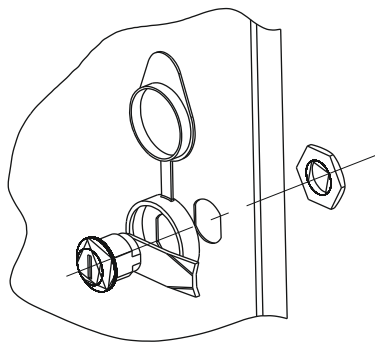

Рисунок 15
6.4 При необходимости пломбировки установите накладку на замок 19-16/10 (рисунок 15).